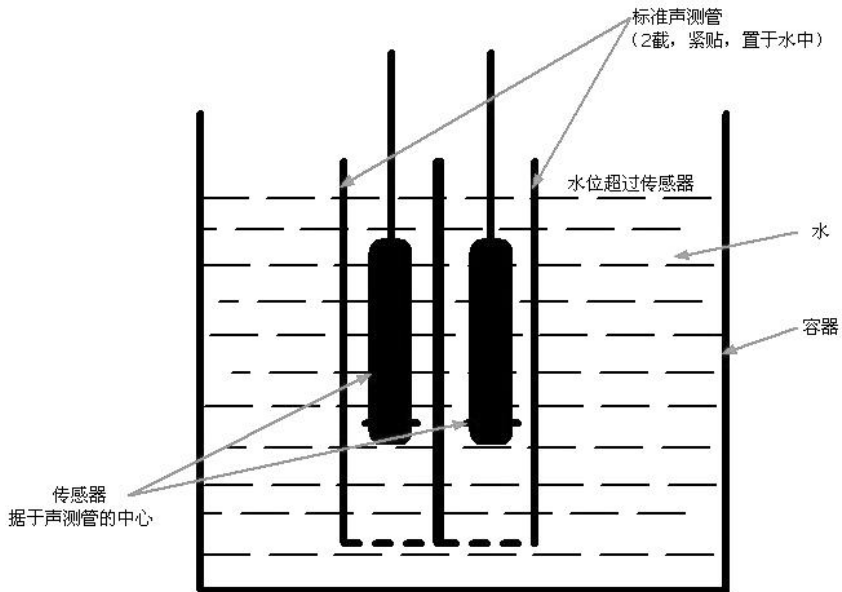

图 4.11-2 径向换能器校正
- 将两根径向换能器与仪器连接，将两根换能器置于装满清水的水桶中，如有条件可以先将两根基桩声测管紧贴放入水桶中，再将换能器放入声测管中，如图 4.11-2 所示；